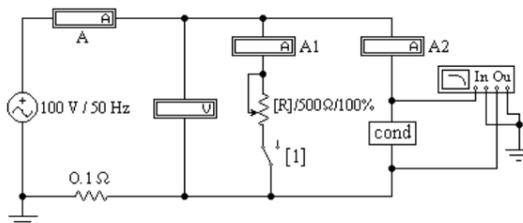

Рис. 3.1
5. Записать уравнение первого закона Кирхгофа для схемы рис. 3.1 (ключ K замкнут, $0 < R_1 < \infty$) и уравнение второго закона для
Схема, показанная на рис. 3.1, питается от источника синусоидального напряжения с частотой 50 Гц и действующим значением напряжения 100 В.
1. Открыть файл **LW3a** и извлечь из поля компонентов **Favorites** блок **cond**, соответствующий номеру своего варианта. Собрать остальную часть схемы, показанной на рис. 3.1.